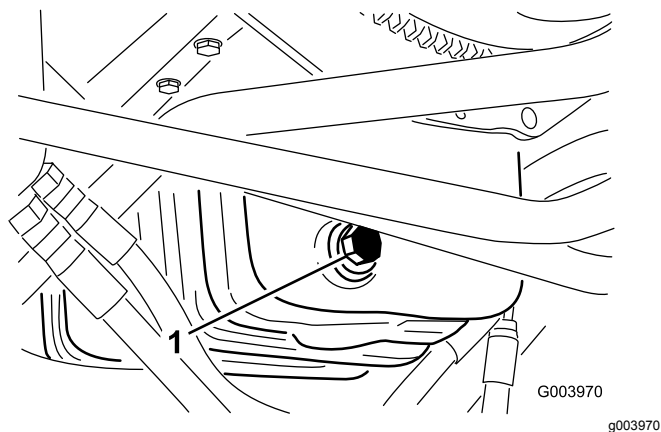

**Рисунок 51**
3. Снимите масляный фильтр (Рисунок 51).